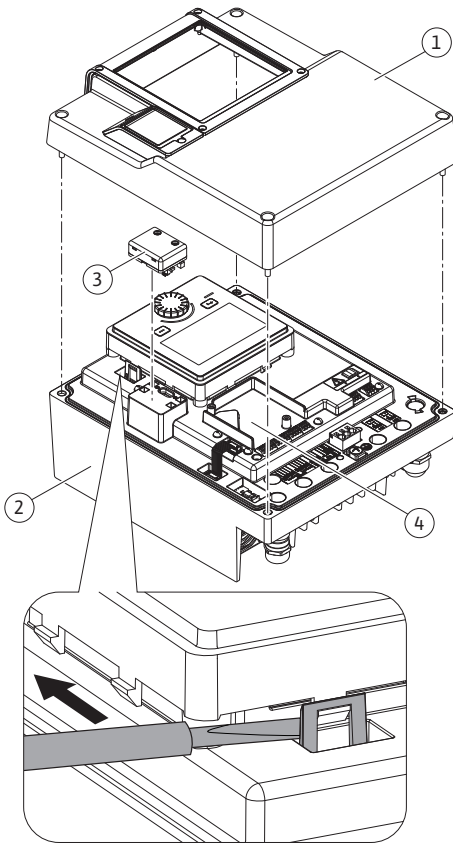
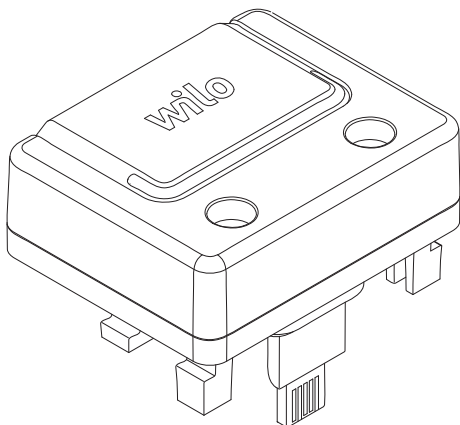

Fig. 25: Електронен модул
Fig. 26: Модул Wilo-Smart Connect Modul BT
1. Отворете внимателно захващащите куки (Fig. 25) с инструмент (напр. отвертка).
Bluetooth интерфейсът (Fig. 25, поз. 3) Wilo-Smart Connect модул BT (Fig. 26) служи за присъединяване към мобилни крайни устройства като смартфон и таблет. В приложението Wilo-Assistant ще намерите функция Wilo-Smart Connect. Помпата може да се управлява, настройва, а данните за помпата да се прочитат с помощта на функцията Wilo-Smart Connect. Настройки виж глава „Пускане в експлоатация“ [► 51].
1. Разхлабете четирите болта на горната част на електронния модул (Fig. 25, поз. 1; Fig. 1, поз. 2).
3. Поставете Wilo-Smart Connect модул BT в предвидения интерфейс Wilo-Connectivity Interface. Вижте Fig. 25, поз. 3.
CIF модулите (окомплектовка) служат за комуникация между помпите и сградната техника. CIF модулите се включват в електронния модул (Fig. 25, поз. 4)